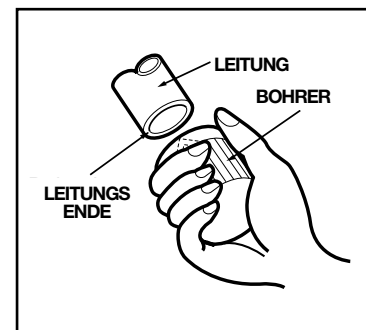

Abb.13
- 2b. Halten Sie die Leitungen dabei schräg nach unten, damit keine Kupferteilchen hineinfallen (Abb. 13).